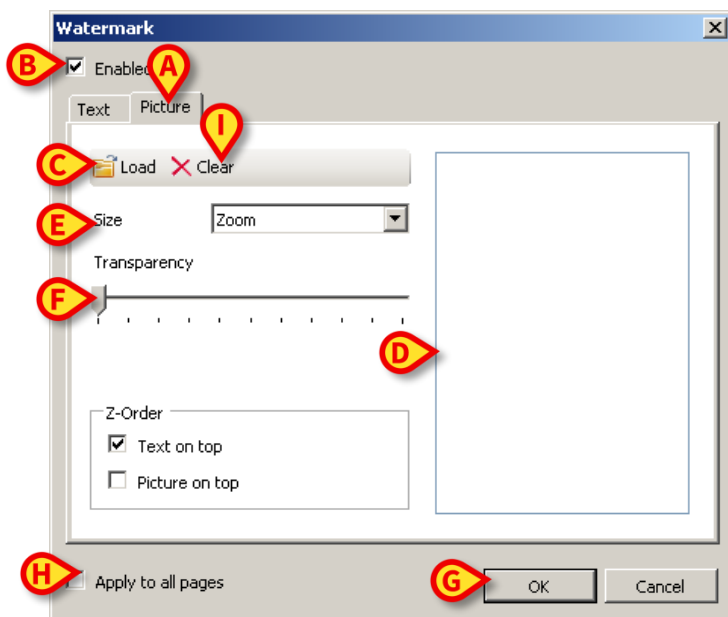

Fig 26
- Cliccare l’etichetta “**Immagine**” indicata in Fig 26 **A**.
Sarà visualizzata la seguente finestra (Fig 26).
- assicurarsi che il checkbox **"Abilita"** sia selezionato (Fig 26 B). In caso contrario i contenuti della finestra non possono essere modificati.
- Cliccare il pulsante **"Carica"** indicato in Fig 26 C.
L'immagine sarà visualizzata nell'area indicata in Fig 26 D.
- Utilizzare il menù a tendina **"Size"** per stabilire la grandezza dell'immagine (Fig 26 E).
- Utilizzare il cursore **"Trasparenza"** per stabilire il grado di trasparenza dell'immagine in filigrana (Fig 26 F - se il cursore è sulla sinistra la trasparenza è massima).
- Cliccare il pulsante **Ok** (Fig 26 G).
Se il checkbox **"Applica a tutte le pagine"** è selezionato (Fig 26 H) la filigrana è applicata a tutte le pagine del documento, altrimenti solo alla pagina corrente.
- cliccare il pulsante **"Cancella"** indicato in Fig 26 I.